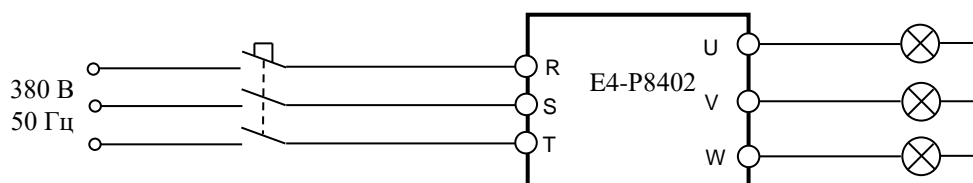

Рис. 4.10. Подключение ПЧ на лампы накаливания.
- 4.10.1. Подключить три лампы (п.3.4.5) к выходным клеммам U, V, W преобразователя частоты. Подать питание  $\sim 380$  В 3Ф (рис. 4.10).